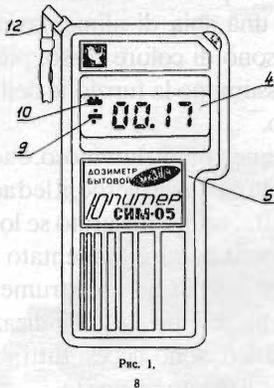

Рис. 1
6.8. Расположение и назначение органов управления и индикация приведены на рис. 1, 2, 3.
РАСПОЛОЖЕНИЕ И НАЗНАЧЕНИЕ ОРГАНОВ УПРАВЛЕНИЯ ДОЗИМЕТРА (рис. 1, 2, 3)